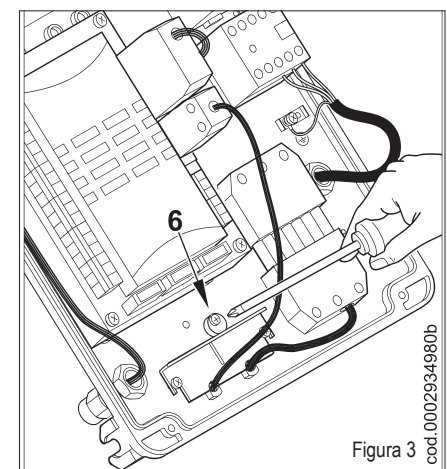
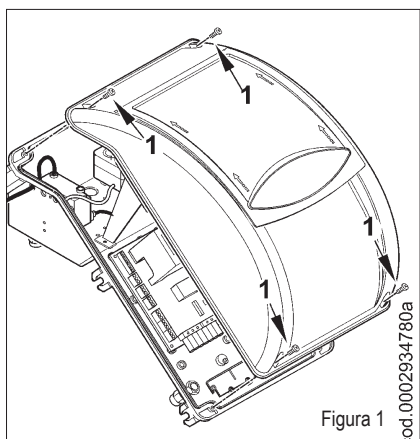

Figura 3
Figura 1
- 1) Quitar la tapa quitando los 4 tornillos (1) de la figura 1, sin quitar la tapita transparente. De esta manera se puede acceder al cuadro eléctrico del quemador.
- 2) Aflojar los tornillos (2) y después de haber quitado la plaquita que aprieta los cables (3), pasar las dos clavijas de 7 y 4 polos (véase la figura) por el agujero. Conectar los cables de alimentación (4) al telerruptor, fijar el cable de tierra (5) y apretar los sujetacables en cuestión.
- 3) Volver a poner la plaquita sujeta cables como indica la figura 3. Girar la excéntrica (6) de manera que la plaquita ejerza una adecuada presión en los dos cables y luego apretar los tornillos que sujetan la plaquita. Por último conectar las dos clavijas de 7 y 4 polos.